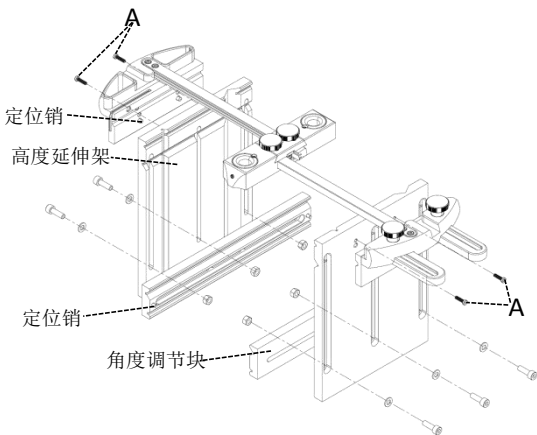

图 3
如图 3 所示，按以下步骤进行组装：
(1) 拧出 DJ-3 支架两端的螺丝 (A)，移除两端橙色的 V 型夹块 (图中未显示)。
(2) 装上高度延伸架，将 DJ-3 支架上的定位销与高度延伸架上的定位孔对应，然后拧紧螺丝 (A)。
(3) 用随机标配的螺丝，垫片和螺母 (图中未显示全部五金件)，根据图 3 所示，将角度调节块安装在两个高度延伸支架内侧 (安装时预紧五金件即可，以便后续调节角度)。
用角尺或者量角器辅助一块角度调节块，确定所需钻孔角度，并锁紧固定螺丝。合上两个高度延伸架，对齐两个角度调节块上的定位销和定位孔（图3），并锁紧角度调节块上的固定螺丝，两边的角度现在就完全一致了。